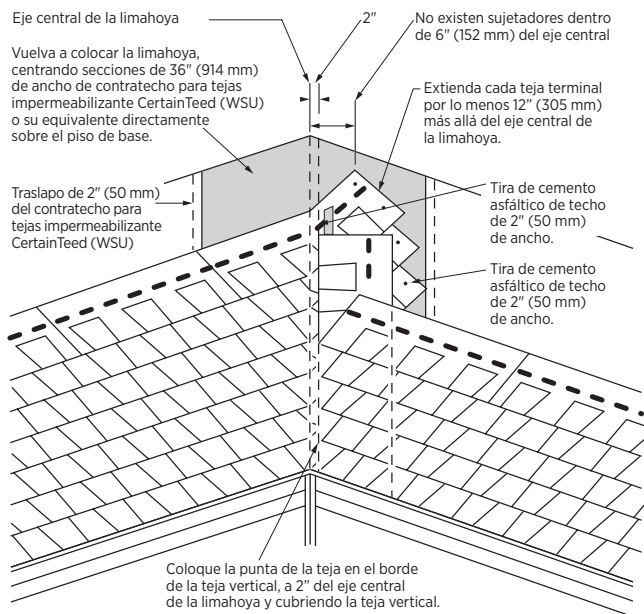

Figura 6-18: Aplicación en limahoya cerrada alternativa
5. Coloque las tejas en el plano del techo adyacente ubicando la esquina izquierda inferior de la teja de cada hilera 2" (50 mm) desde la línea central (al ras con el borde de la teja vertical) y sobre la parte superior de la "teja vertical". Consulte la Figura 6-18.